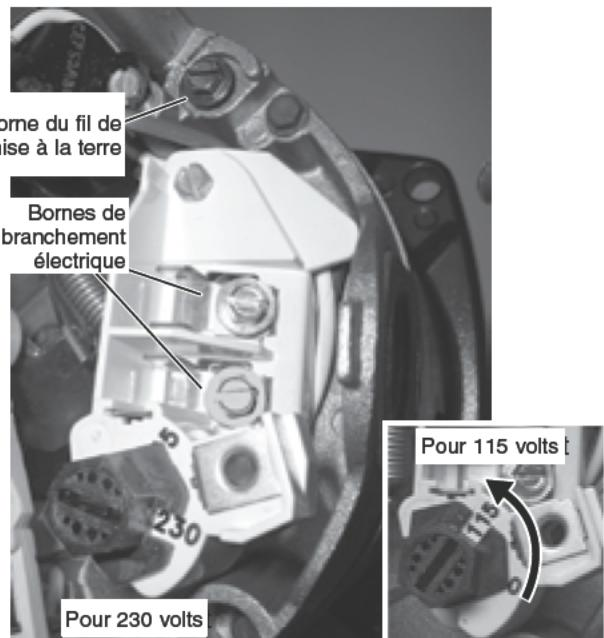

Figure 4 - Tension réglée sur le courant de 230 volts.
La plaque à bornes du moteur (située sous le couvercle du moteur) devrait ressembler à la Figure 4.
- 7 ° Brancher les conducteurs transporteurs de courant sur les bornes L1 et L2 qui se trouvent sous le carter du moteur. Lorsque l'on remplace le moteur, comparer le schéma de câblage de la plaque signalétique par rapport à la Figure 4. Si le diagramme de câblage du moteur ne correspond pas à la Figure 4, suivre le diagramme sur le moteur.
AVIS Les modèles monophasés fonctionnant sur le 115/230 volts sont expédiés de l'usine câblés pour fonctionner sur le 230 volts. Si le courant électrique est de 115 volts, déposer le carter du moteur et tourner le sélecteur sur le moteur tel qu'illustré à la Figure 4. Ne pas essayer de faire fonctionner un moteur comme il est reçu sur le courant de 115 volts.